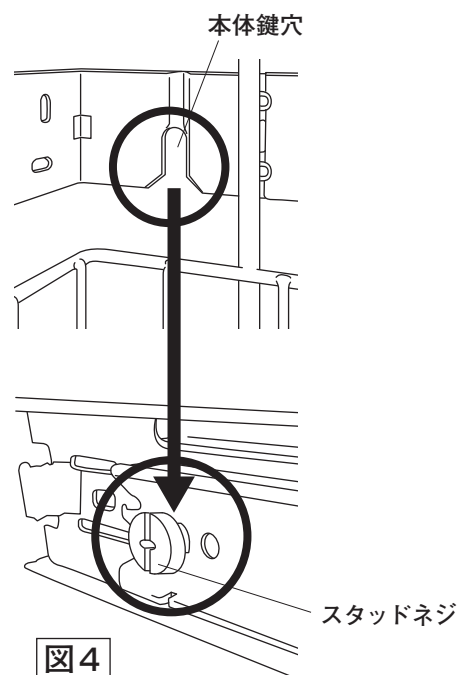

図4
- ②スライドラックを下部レールに合わせながら、上部レールの2本のスタッドネジにスライドラックの鍵穴が合うように奥側から引掛けます。(図4)